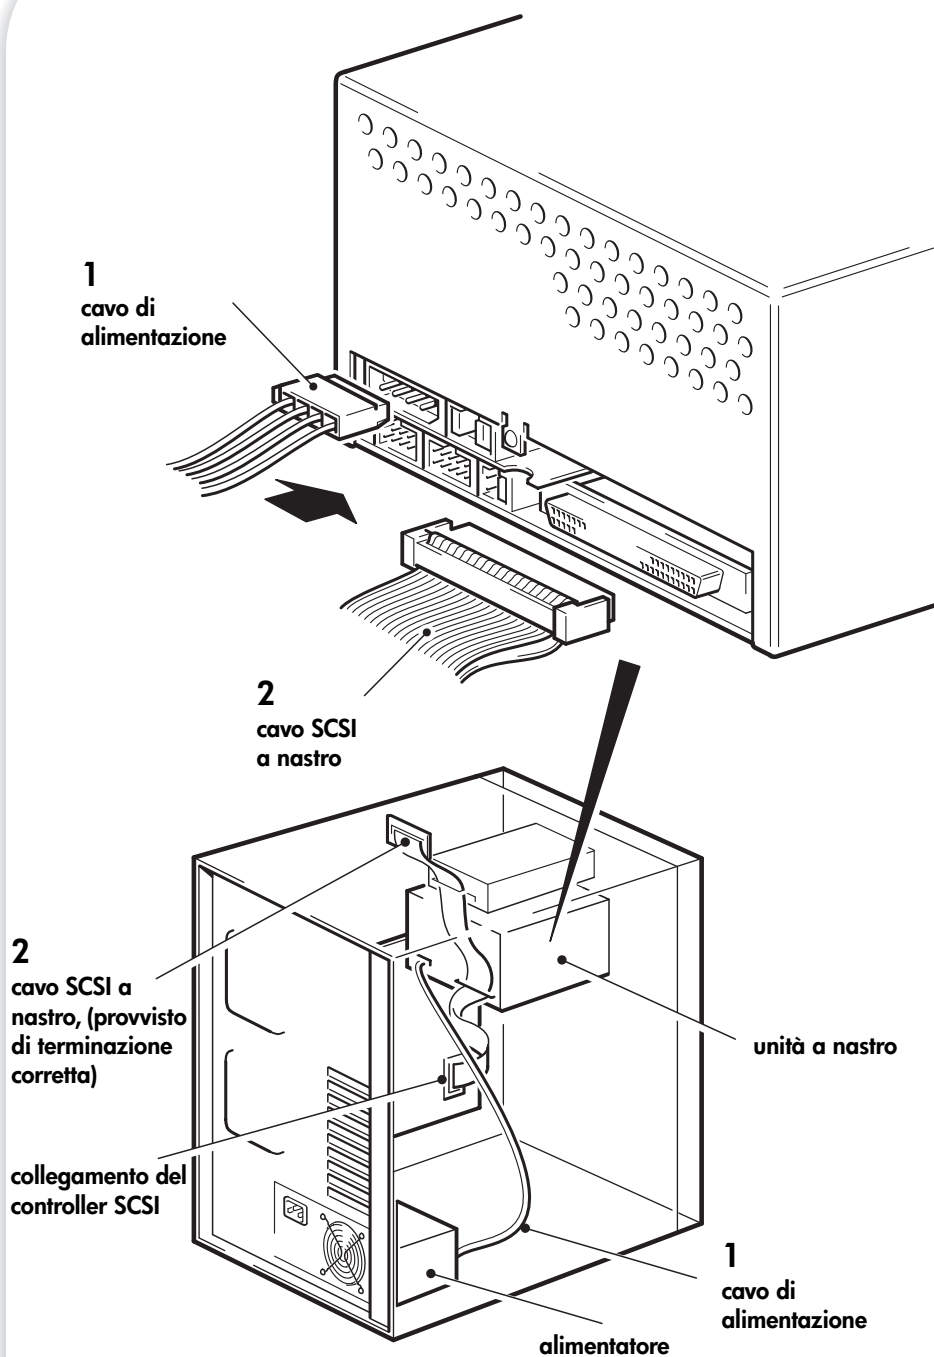

Figura 7: collegamento del cavo di alimentazione e del cavo SCSI
- 1** Collegare un cavo di alimentazione libero proveniente dall'alimentatore interno del computer al connettore di alimentazione, come indicato nella figura 7, punto 1.
- 2** Collegare un connettore libero del server o del cavo a nastro SCSI dell'HBA al connettore SCSI dell'unità, come illustrato nella figura 7, punto 2.
Quindi, supponendo che l'HBA sia il primo dispositivo presente sul bus, è necessario controllare che il secondo terminatore si trovi dopo l'ultimo dispositivo, come illustrato nella figura 7, punto 2.